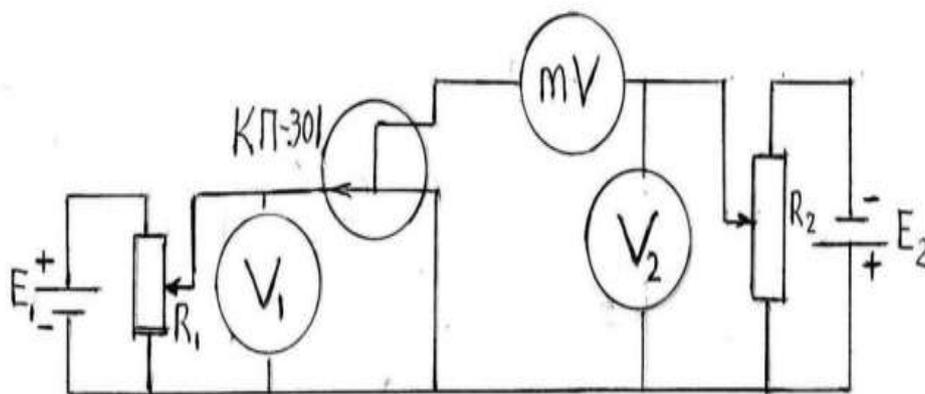

Рис. 3.3. Схема лабораторного устройства.
Для изучения характеристик транзистора необходим лабораторный стенд. Перед лабораторным стендом в разрезе нарисована электрическая схема, предназначенная для получения характеристик транзистора (Рис.3.3). В данной работе испытан n-канальный транзистор КП-301Л.
1. Получите базовую характеристику транзистора с помощью лабораторного стола. (Рис.3.3). Для этого подайте затвору напряжение 0-3 В с помощью  $R_1$  резистора установлена на подставку. Потом, при изменению напряжения стока  $U_{си}$  с помощью  $R_2$ , запишите что показывают миллиамперметр и вольтметр